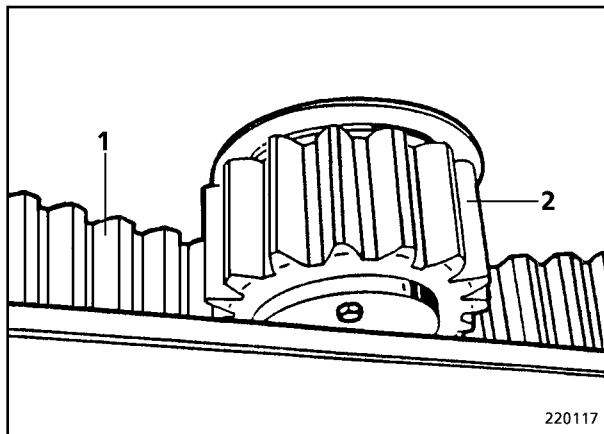
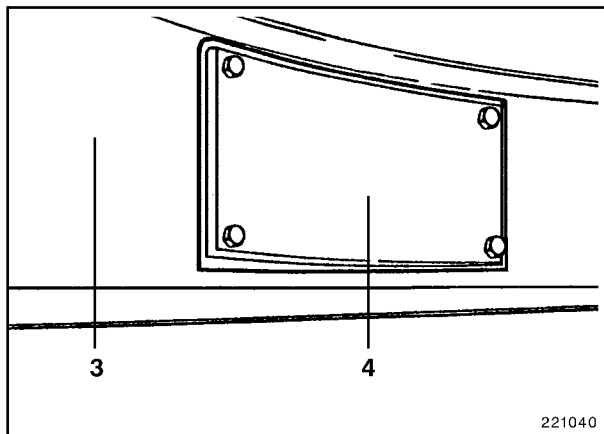
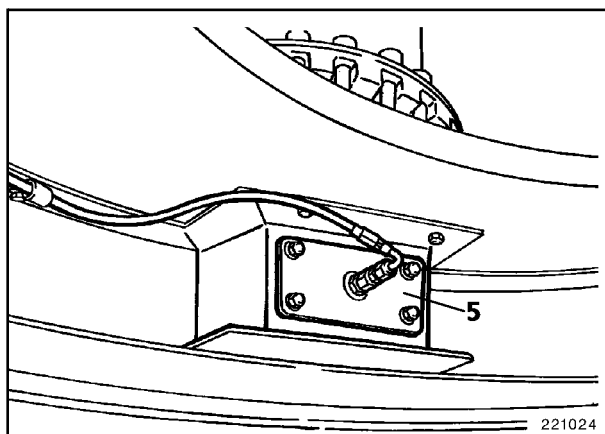

Fig. 1
Fig. 2
Fig. 4
El dentado de la unión giratoria (1, Fig. 1) y el piñón del engranaje de giro (2) están envueltos en cubiertas (3, Fig. 2) llenadas de grasa. Las cubiertas forman una "cubeta" en cuyo contenido de grasa se mueve el piñón del mecanismo de giro.
Las cubiertas cuentan con aberturas de inspección cerradas por tapas (4, Fig. 2 y 5, Fig. 4). Desmontar las tapas antes de efectuar la inspección.